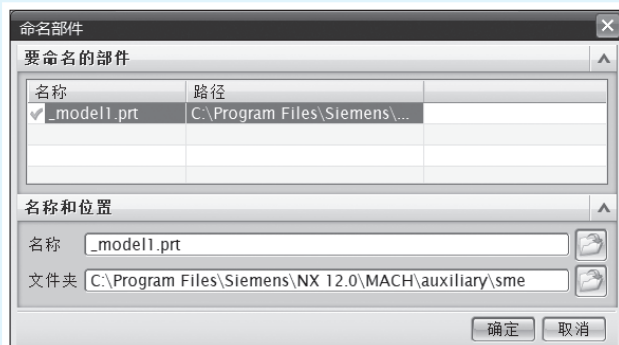

图 1-8
(3) 若需要全部保存, 则执行“全部保存”命令, 弹出“命名部件”对话框, 如图 1-8 所示。通过该对话框, 可重新对文件进行命名及对保存路径进行更改。